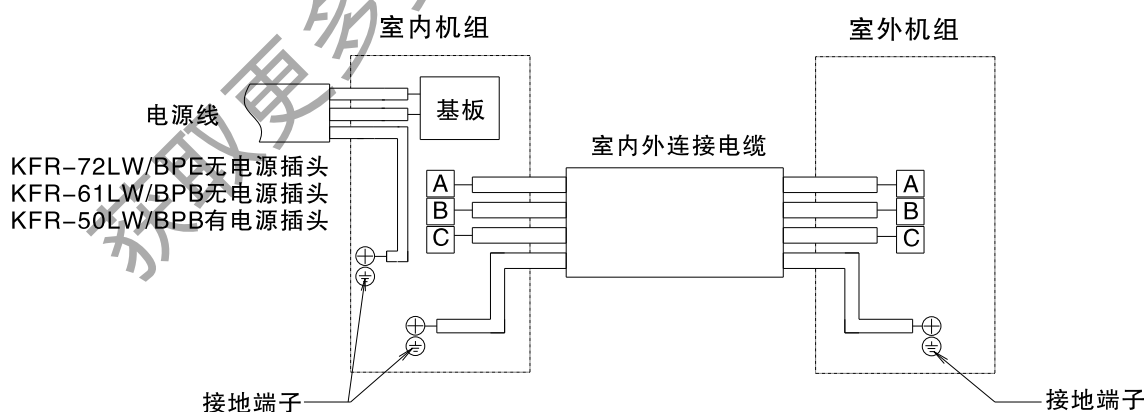

图27(a) 室内外电气连接图
- 接地线必须根据图27所示用连接电缆中黄/绿色导线接至带有“⊕”标记的接线端子上。